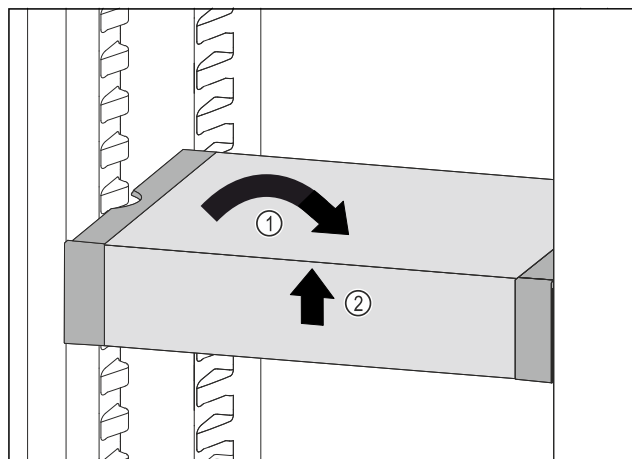

Fig. 208
- VarioSafe postavte rovně. Fig. 208 (1)
- VarioSafe vpředu zvedněte. Fig. 208 (2)